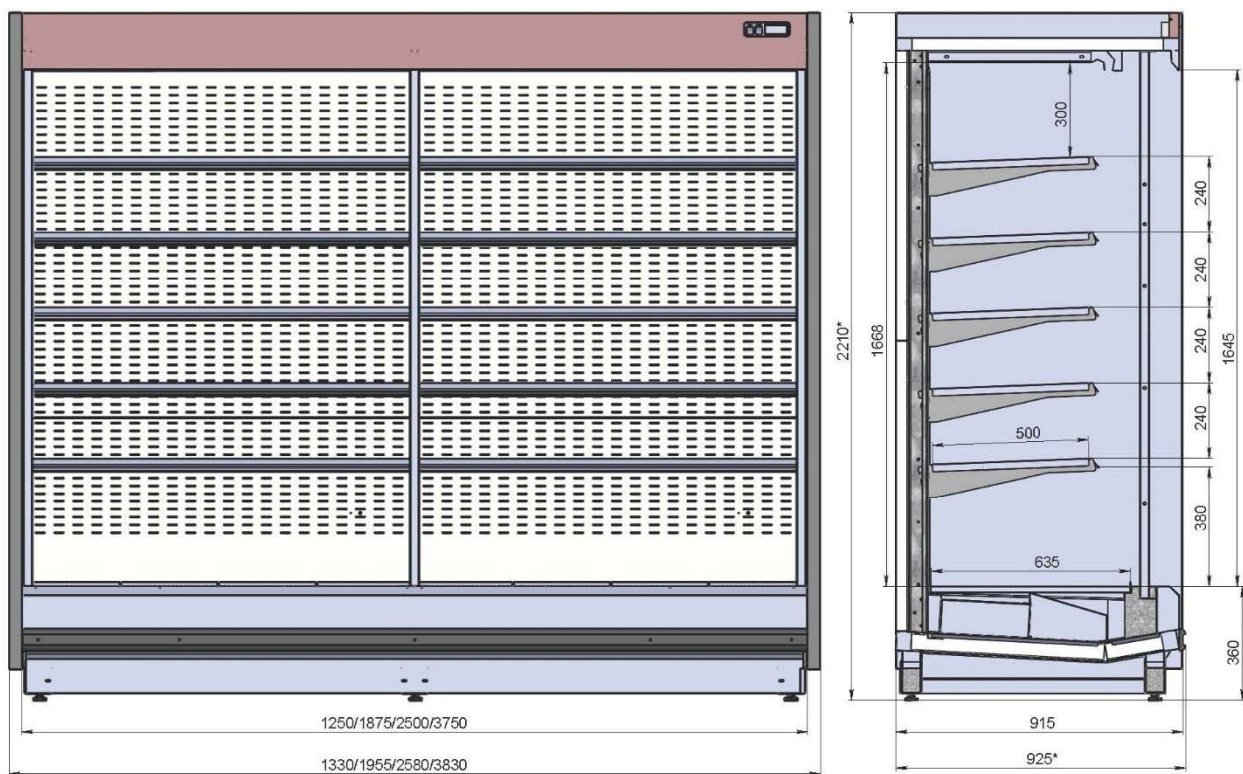

Рис.2. Внешний вид и основные размеры Sonata открытая
6.2. Панель управления представлена на **Рис.2.**